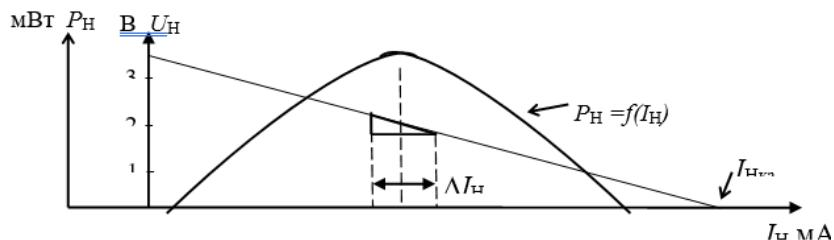

Рис. 3. Примерный вид характеристик
– Определите изменения тока ΔIH и напряжения ΔUH рисунок 3.
Определите выходное сопротивление источника RI = ΔUH/ΔIH рисунок 3.